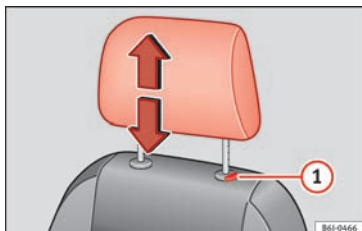

Fig. 141 Encosto de cabeça dianteiro: ajuste ou desmontagem.
- Pressione a segurança ① »» **Fig. 141** e extraia o encosto de cabeça.